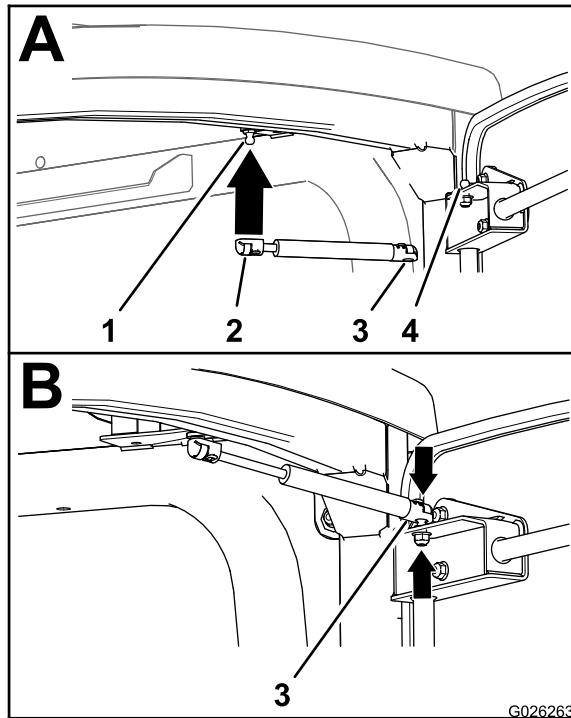

Figure 3
- Placez la fixation située au bout de la tige de l'amortisseur de porte sur la tige de rotule du cadre de cabine (Figure 3).
- Placez la fixation à l'extrême vérin de l'amortisseur de porte sur la tige de rotule du cadre de porte (Figure 3).